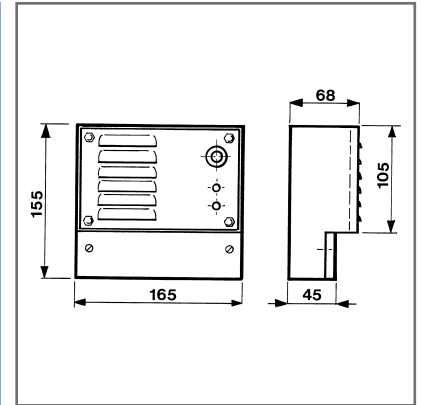

Fig. 15-1
- 24 V DC/0,25 A, see Fig. 15-1